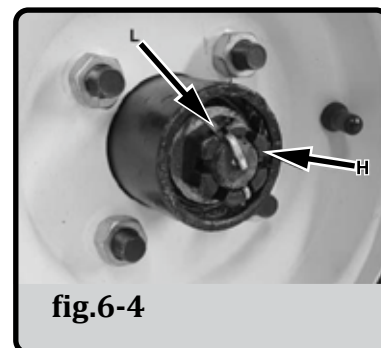

fig.6-4
8. Installez la goupille fendue de 4 mm (fig.6-4, L) dans l'écrou crénelé (fig.6-4, H) et le trou à l'extrémité de l'essieu. Si des trous sont pas alignés, desserrer légèrement l'écrou crénelé, pas plus d'une fente de façon à aligner les trous.
9. Écartez la goupille à fente (L) pour retenir l'écrou crénelé. Voir figure 6-4.